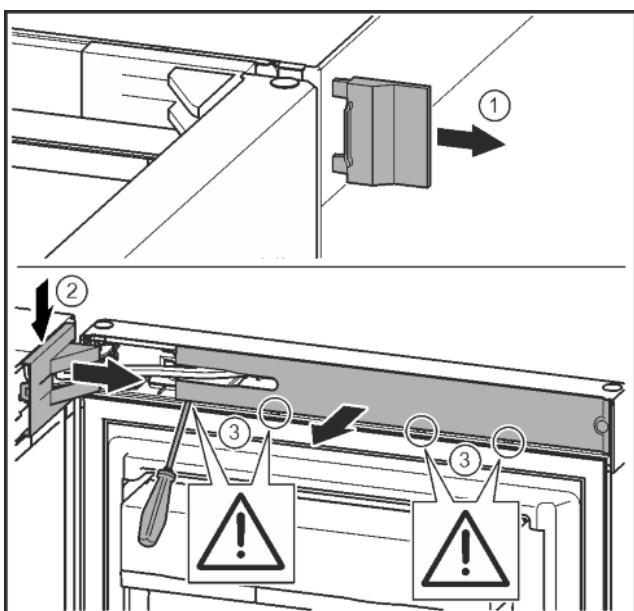

Fig. 9
- Skinite vanjski pokrov. Fig. 9 (1)
- Otkopčajte i otpustite pokrov podloška ležaja. Skinite pokrov podloška ležaja. Fig. 9 (2)
- Odvijačem s presezom otkopčajte masku i zakrenite je u stranu. Fig. 9 (3)